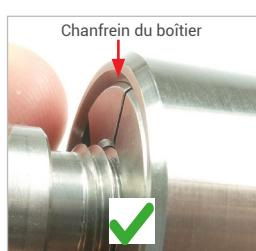

Figure 7
- ▶ Relâchez le levier à main (Pos. 2). Le connecteur s'ajuste automatiquement à la pièce d'essai afin d'établir une connexion étanche. La surface plane des mâchoires de serrage est à la même hauteur que le chanfrein du boîtier (*Figure 7*).